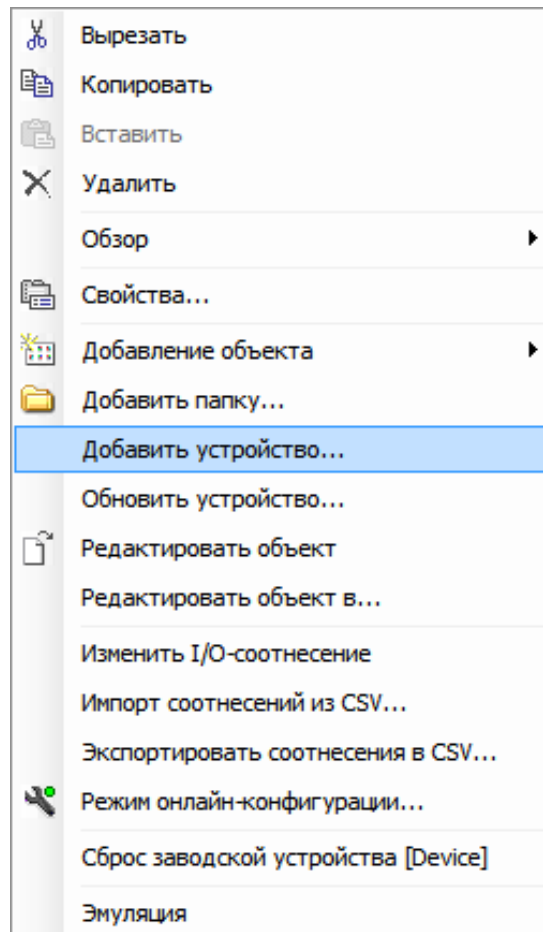

Рисунок 3.5 – Вид контекстного меню элементов дерева устройств
1. Выделить устройство **Device (ELSYMA)** в дереве устройств и выбрать команду «Добавить устройство...» контекстного меню (рисунок 3.5).